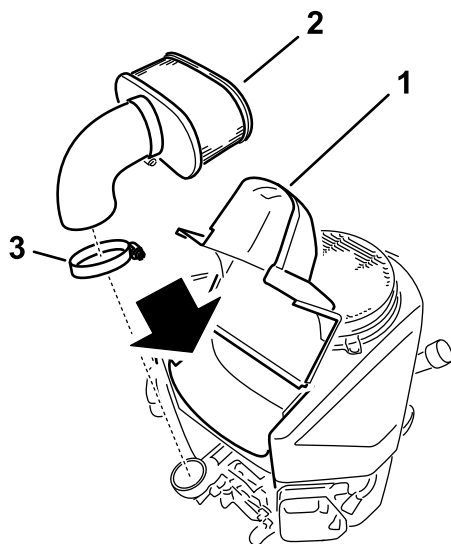

Figure 34
4. Desserrez le collier de flexible et retirez l'élément en papier (Figure 34).